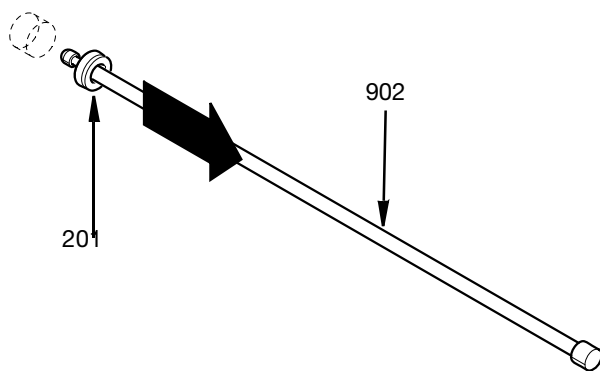

FIG. 34
Aby zdjąć uszczelkę pręta, należy przeprowadzić spiczastą końcówkę pręta montażowego uszczelki (902) przez środek uszczelki pręta (201). Zawiesić wgłębienie narzędzia na przeciwległej stronie uszczelnienia i wyjąć uszczelnienie z podkładek uszczelniających (203 i 204) lub obudowy cylindra powietrznego (509). Patrz FIG. 34.